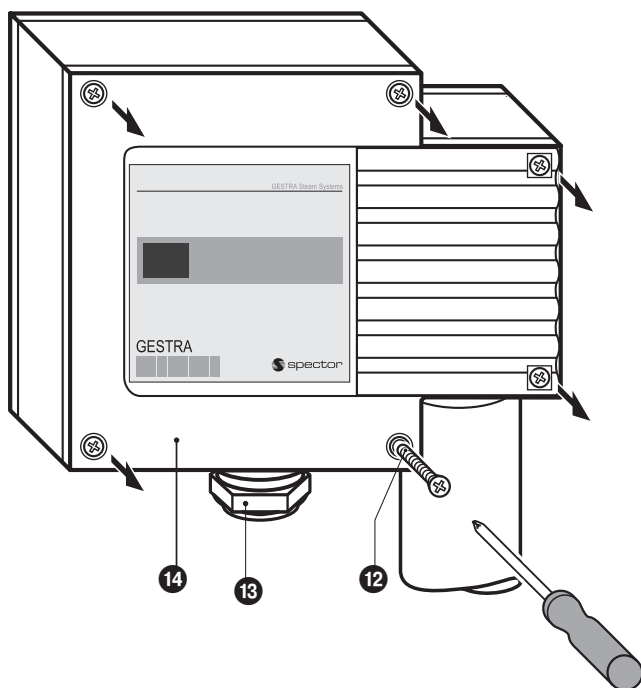

Fig. 13
1. Schroeven behuizing 12 losmaken en het behuizingsdeksel 14 afnemen. **Fig. 13.** Naar dit deksel wijst de pijl op de typeplaat.
1. Schroeven behuizing 12 losmaken en het behuizingsdeksel 14 afnemen. **Fig. 13, 14**